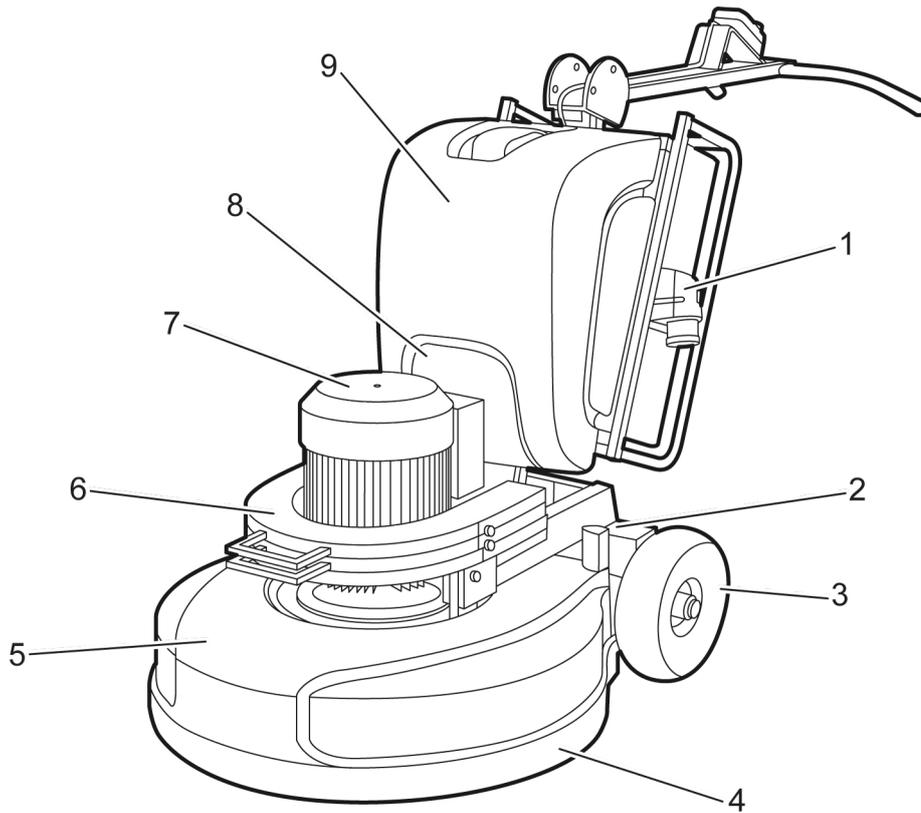
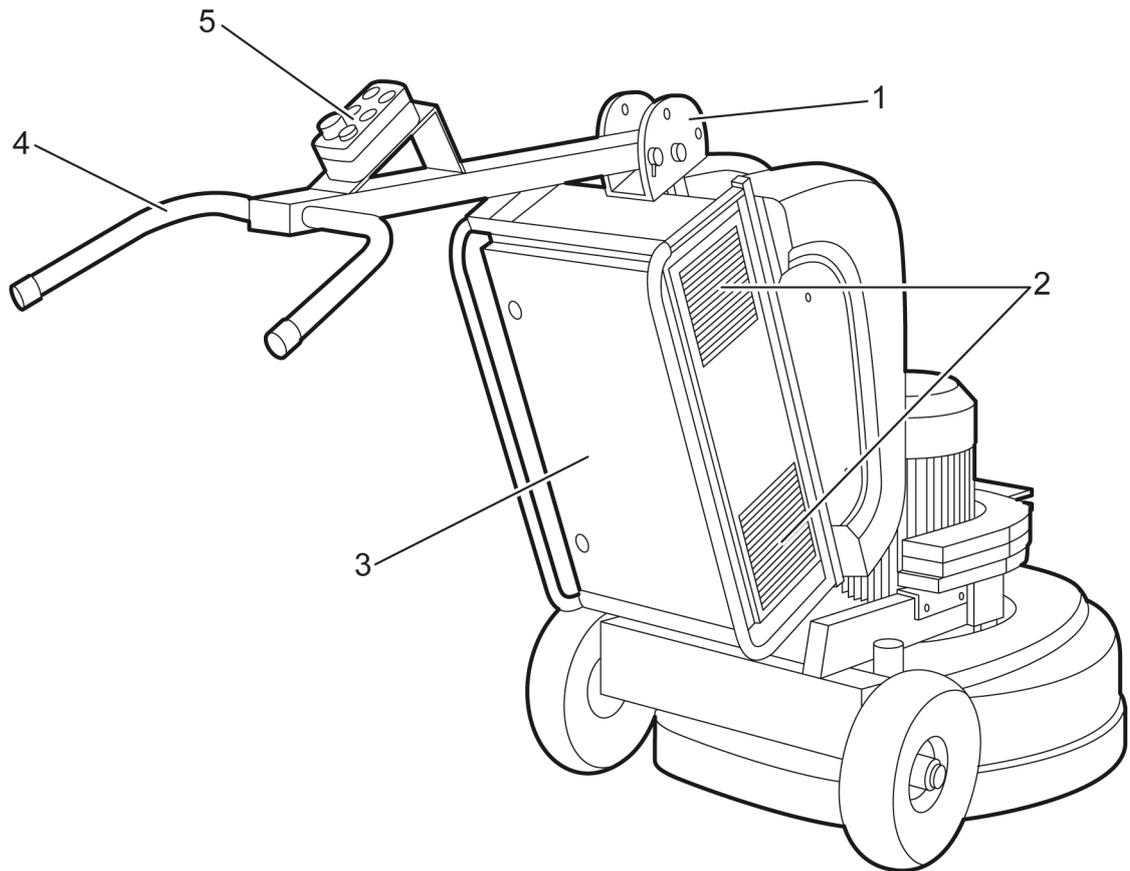

Abbildung 3-1. Vorderseite der Maschine
Abbildung 3-2. Rückseite der Maschine
Die Maschine besteht aus einigen Hauptbauteilen, siehe *Abbildung 3-1, Seite 9* und *Abbildung 3-2, Seite 10*. Sie kann mit Gewichten zur Einstellung des Schleifdrucks kombiniert werden. Dies macht die Maschine ideal, wenn besonders große Vielseitigkeit gefordert ist.
5. **RESET** - Zurücksetzen der Elektronik: Im Falle eines Maschinenfehlers kann sie zurückgestellt werden, indem die Taste zwei Sekunden lang gedrückt wird. Gegebenenfalls wird auf dem Display des Frequenzumrichters im Schaltkasten ein Fehlercode ausgegeben, siehe Abbildung 3-2, Seite 10. Fehlercodes, siehe Elektronik-Fehlercodes, Seite 26.
Mithilfe des einstellbaren Griffs wird die geeignete Arbeitshöhe eingestellt. Der Handgriff wird freigegeben, indem der Sicherungsbolzen an der Griffverriegelung herausgezogen wird, siehe Abbildung 3-2, Seite 10. Bringen Sie den Handgriff in die gewünschte Lage und sichern Sie ihn, indem Sie den Sicherungsbolzen wieder einsetzen.